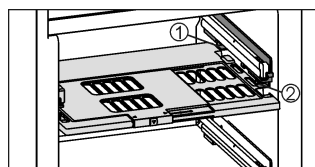

Fig. 9
- Introduire la plaque de régulation de l'humidité : insérer les travers du couvercle de la plaque par le bas dans le support arrière *Fig. 9 (1)* et encliqueter devant dans le support *Fig. 9 (2)*.